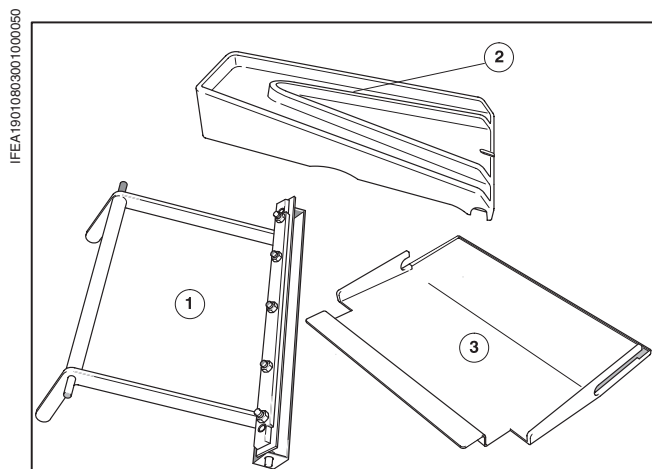

Рис. 23 Устройство для смывки
- смывочный рапель (Рис. 23/①),
- устройство для подачи смывочного средства (Рис. 23/②), если смывка красочного аппарата нумератора должна осуществляться в машине.
- сливной поддон (Рис. 23/③) под красочным аппаратом нумератора.